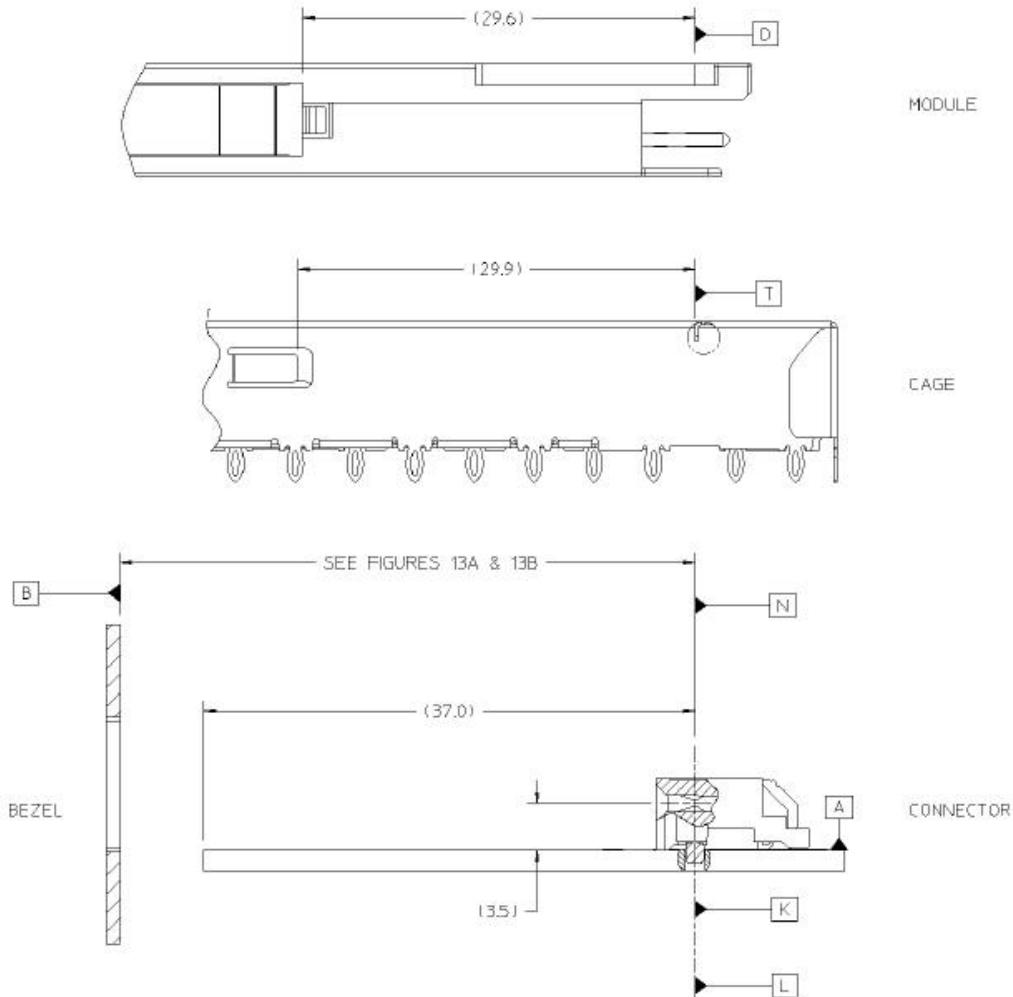

Figure 7 – QSFP+ Datum Alignment, Depth
表 8 列出了各种组件的基准列表。注意一些基准的对齐。模块，笼和连接器相对于主板和挡板的关系如图 7 所示，注意每个组件的关键基准点的位置。为了降低附图的复杂性，除非另有说明，否则所有尺寸均被视为居中。
*Datums D, K, L, N and T are aligned when assembled (see figure 7)